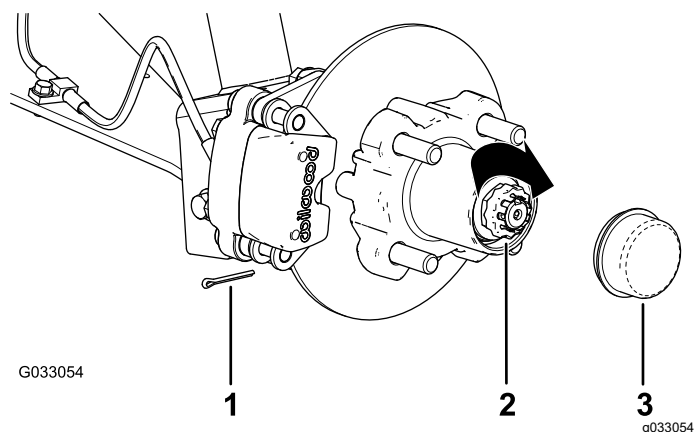

Рисунок 32
- Установите держатель поверх гайки и проверьте совмещение паза в держателе с отверстием в оси под шплинт (Рисунок 32).
- Установите шплинт и загните обе лапки вокруг держателя (Рисунок 32).
- Установите пылезащитную крышку на ступицу (Рисунок 32).